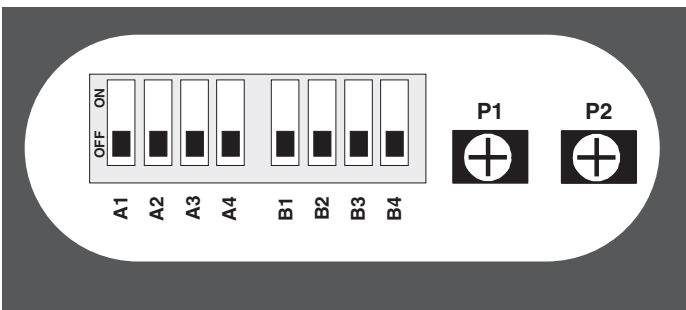

Fig. 18
**Réglages sur la carte** (fig. 18) :